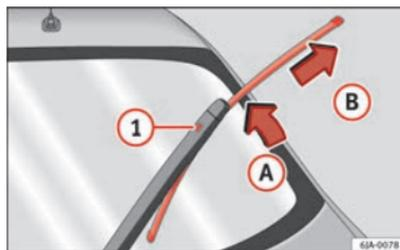

Fig. 67 Balai d'essuie-glace arrière
- Retirez le bras d'essuie-glace arrière de la glace en déplaçant légèrement le balai d'essuie-glace dans le sens du bras d'essuie-glace – flèche A ⇒ fig. 67.
- Avec l'autre main déverrouillez la sécurité ① et retirez le balai d'essuie-glace dans le sens de la flèche B.